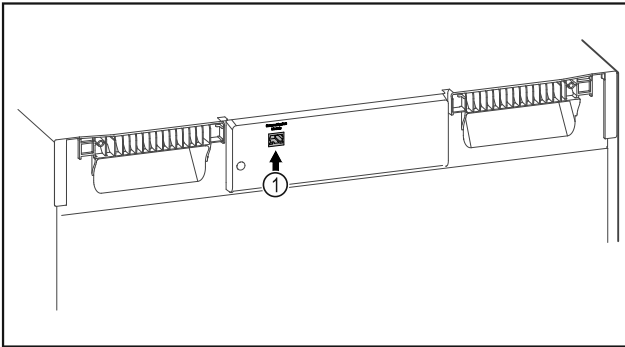

Fig. 155
- SmartModule Fig. 155 (1) ist eingesetzt.